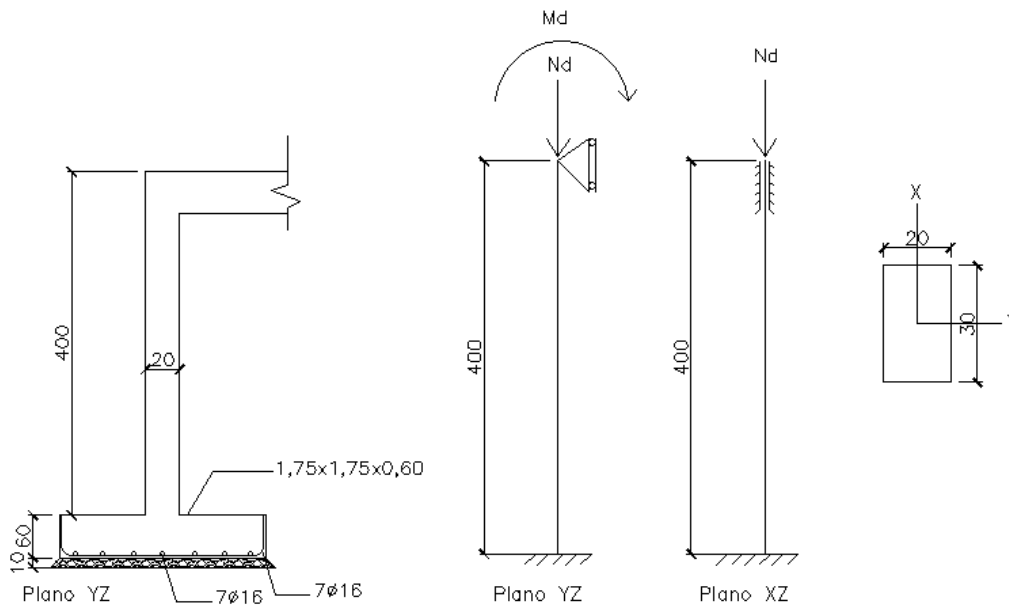

Figura 2: Planos proyectados del pilar (unidades en cm).
Se desean diseñar los pilares que sustentan el entrepiso de un depósito industrial. Estos están sometidos a una directa de cálculo $N_d = 300 \text{ kN}$ y un momento de cálculo $M_d = 100 \text{ kNm}$. Cada pilar está empotrado en la cimentación y se comporta como elemento empotrado-apoyado en el plano YZ y como elemento bi-empotrado en el plano XZ, tal como se indica en la Figura 2.
- También se ha cometido un error en la cimentación: fue proyectada mediante zapatas aisladas de canto 60 cm, pero debido a una interpretación incorrecta de los planos, se les ha descontado 10 cm de la capa de hormigón de limpieza, y su canto ha quedado reducido a **50 cm**. Se desea comprobar si el armado indicado en la Figura 2 es suficiente para resistir sus esfuerzos.